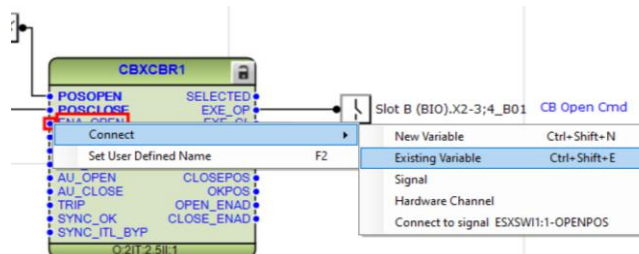

Imagen 85_Conexión de variable de en la entrada ENA_OPEN.
2.2.8 En la entrada igual vamos a añadir la siguiente conexión: “ENA_OPEN” seleccionado “ENA_OPEN” con clic derecho y después seleccionamos “Connect - Existing Variable” como se aprecia en la **Imagen 85**.